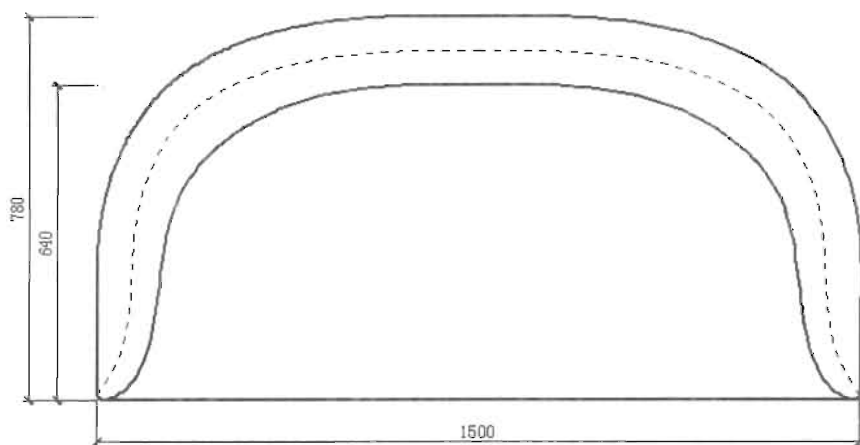

图 5-135
(10) 最后删除辅助线段，标注尺寸，沙发的平面图就绘制完成了，如图 5-135 所示。